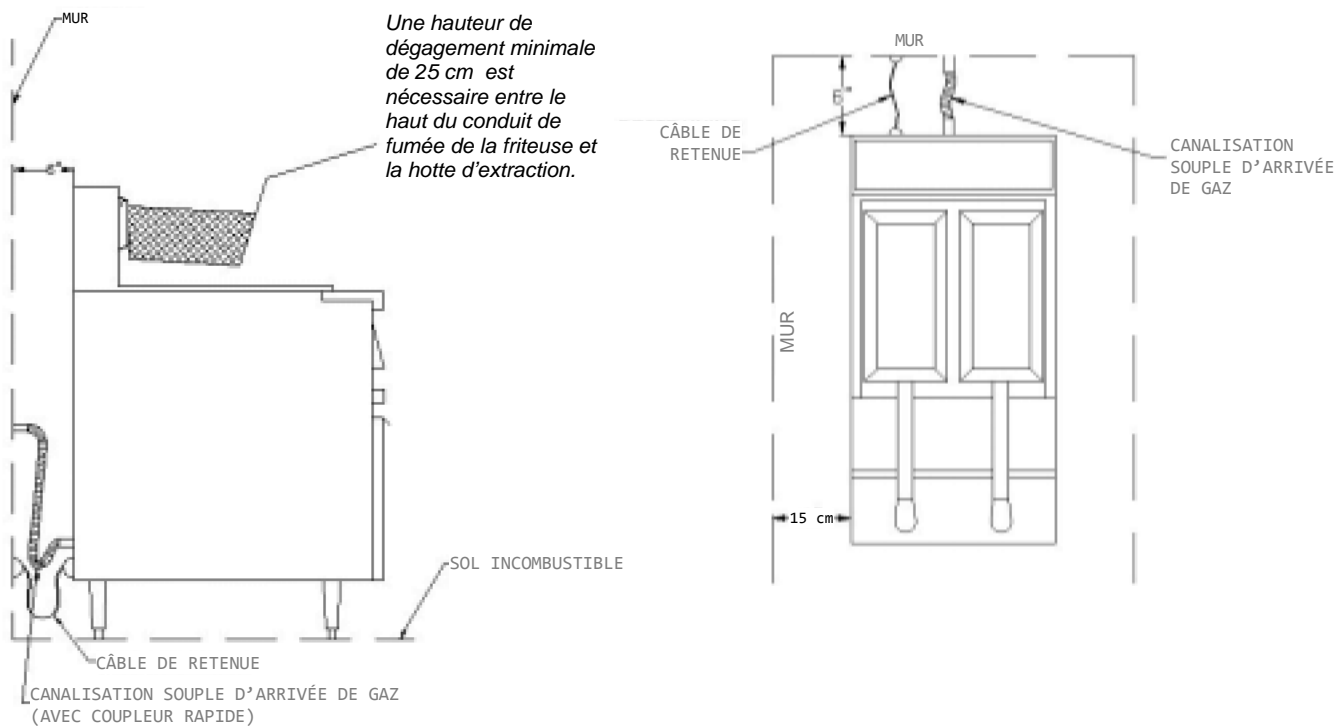

Figure 2 Exigences pour l'emplacement où la friteuse sera installée
- e. Cette friteuse doit être installée sur un sol incombustible, ses faces arrière et latérales étant distantes de 150 mm (6 pouces) minimum de murs combustibles (voir la figure2).
1. Installer un connecteur pour le dispositif de retenue dans le mur structurel directement derrière l'emplacement définitif de la friteuse, comme indiqué par la figure 2.